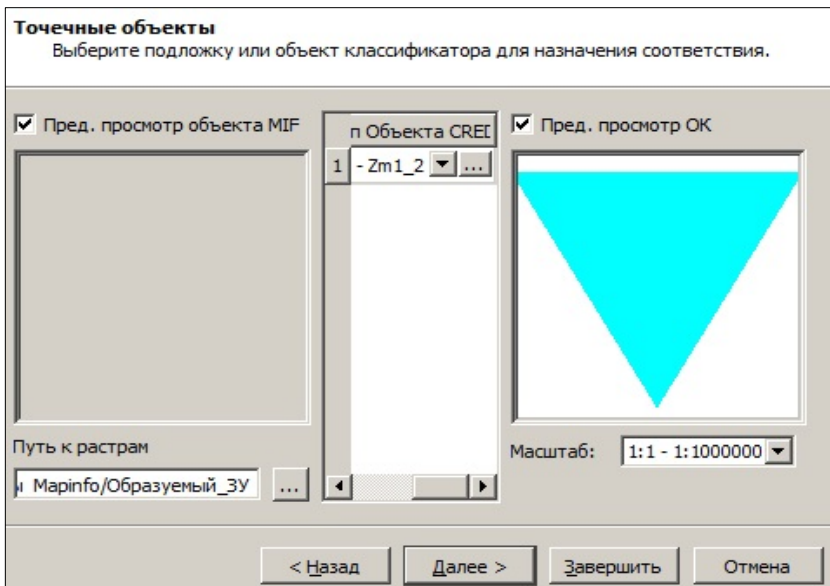

Рис. 7.17
- соответствие между объектами из файла MIF и объектами системы CREDO III назначается на странице мастера **Точечные объекты** (рис. 7.17);